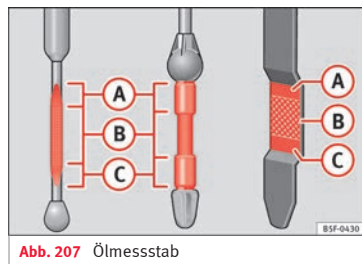

Abb. 207 Ölmessstab
Der Ölmessstab zeigt den Motorölstand an. » **Abb. 207.**
- **Der Ölstand darf keinesfalls oberhalb des Bereichs  » Abb. 207 liegen. Gefahr von Schäden an der Abgasanlage!**